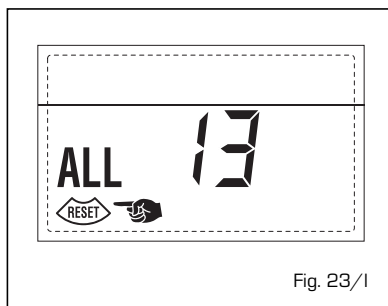

Fig. 23/l
- ANOMALÍA SONDA HUMOS "AL 14" (fig. 23/m)